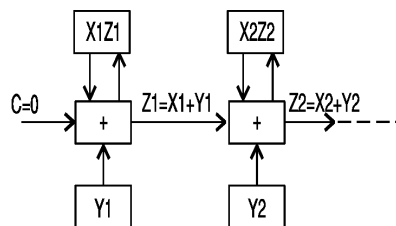

рис. 24
Некоторые примеры программы уже приводились в РА 7/2000. Вернемся к программе сложения целых беззнаковых чисел, но на несколько другом уровне. Во-первых, вводятся псевдокоманда **ORG**, по которой счетчик ячеек памяти устанавливается в значении, находящееся в поле операнда псевдокоманды. С этой псевдокоманды начинается программа. В конце программы ставится псевдокоманда **END**. Первое слагаемое расположим в регистровой паре (B,C), второе – в паре (H,L). В регистре (E) расположим счетчик N байтов. Графическая структура алгоритма вычислений показана на рис.24. Программа имеет вид: